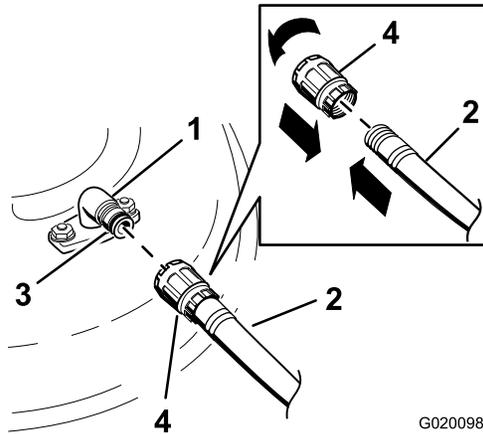

Figure 65
3. Branchez le raccord du flexible au raccord de lavage du tablier de coupe et ouvrez l'eau en grand (Figure 65).